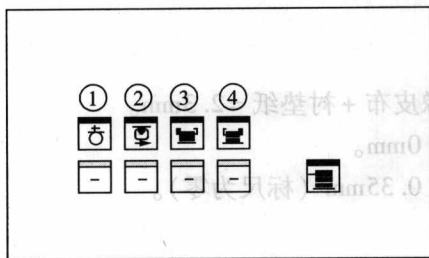

图 1-11 收纸处纸张规格调节控制面板
收纸处纸张规格调节控制面板如图 1-11 所示, 各按键的功能与作用如下: ①—纸张制